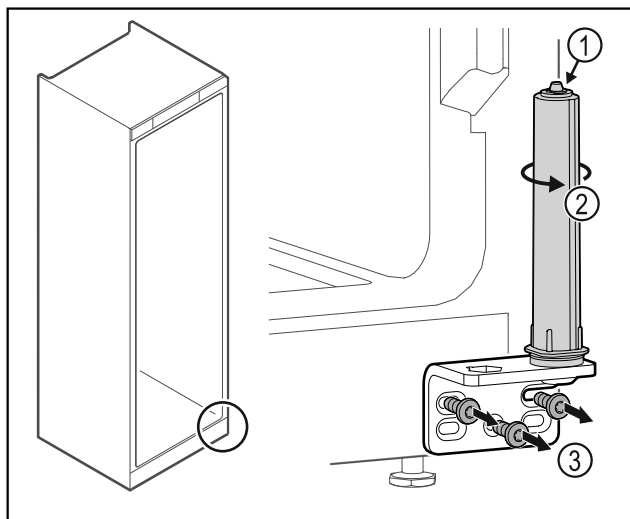

Fig. 25
- Не разбирайте систему закрытия двери Fig. 25 (1).
- Поворачивайте систему закрытия Fig. 25 (2) до щелчка.
- Отвинтите шарнирные уголки Fig. 25 (3).